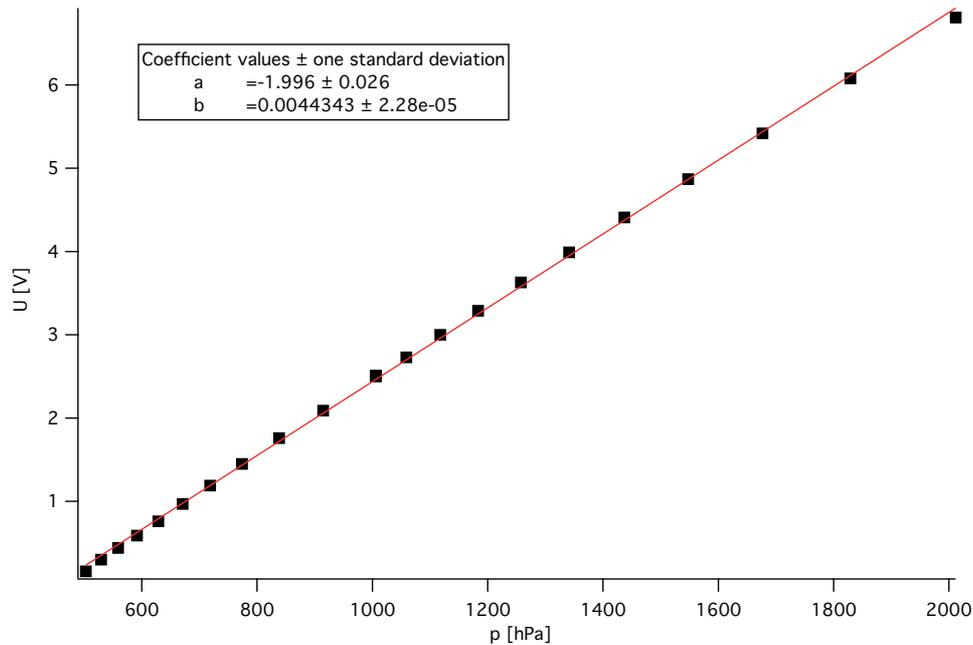

Abbildung 1.4: Kalibration der Druck-Ausgangsspannung als Funktion des Druckes p .
- Stecke den USB-Stick ins Oszilloskop und speichere direkt nach Abschluss der überdruckmessung das Bild durch Drücken der ,Print'-Taste (siehe Abb. A.1.1). Der Unterdruckbereich wird entsprechend durch Expansion vermessen, indem der Schlauch über die Spritze von 10 ml Volumen gezogen wird und nun das Volumen durch Herausziehen des Spritzenkolbens in ml-Schritten bis 20 ml vergrössert wird. Gehe analog vor wie beim überdruckbereich. Das Volumen des Schlauchstückes (ca. 0.07 ml) kann dabei vernachlässigt werden. Abbildung 1.4 zeigt ein Messbeispiel.